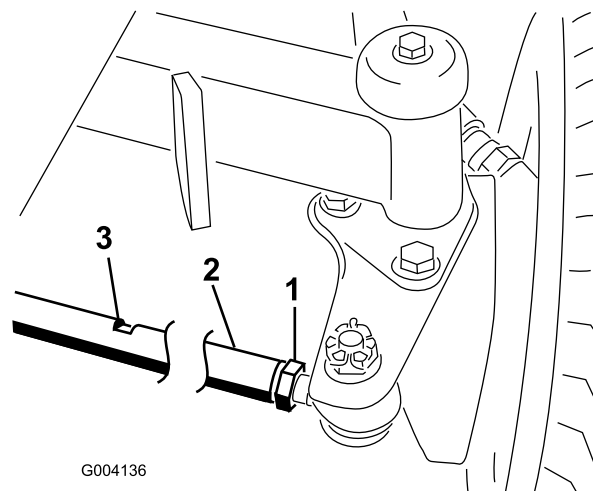

Figura 59
2. Afloje las contratuercas de ambos extremos del tirante (Figura 59).